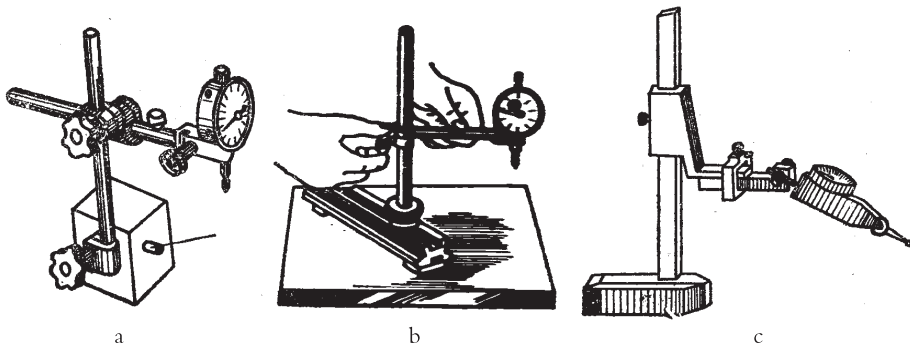

图2-32 百分表的安装
②百分表的安装。钟表式百分表安装在万能表架和磁性表架上；杠杆式百分表安装在专用表架上（见图2-32）。以上表架装夹百分表时可靠，并且都有调节